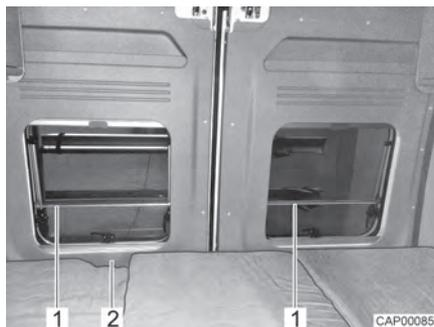

Fig. 48 Protezione anticaduta (letto longitudinale in coda)
- ▷ Le finestre delle porte di coda sono dotate di una protezione anticaduta (Fig. 48,1). La porta di coda può essere aperta dall'interno mediante la maniglia (Fig. 48,2).